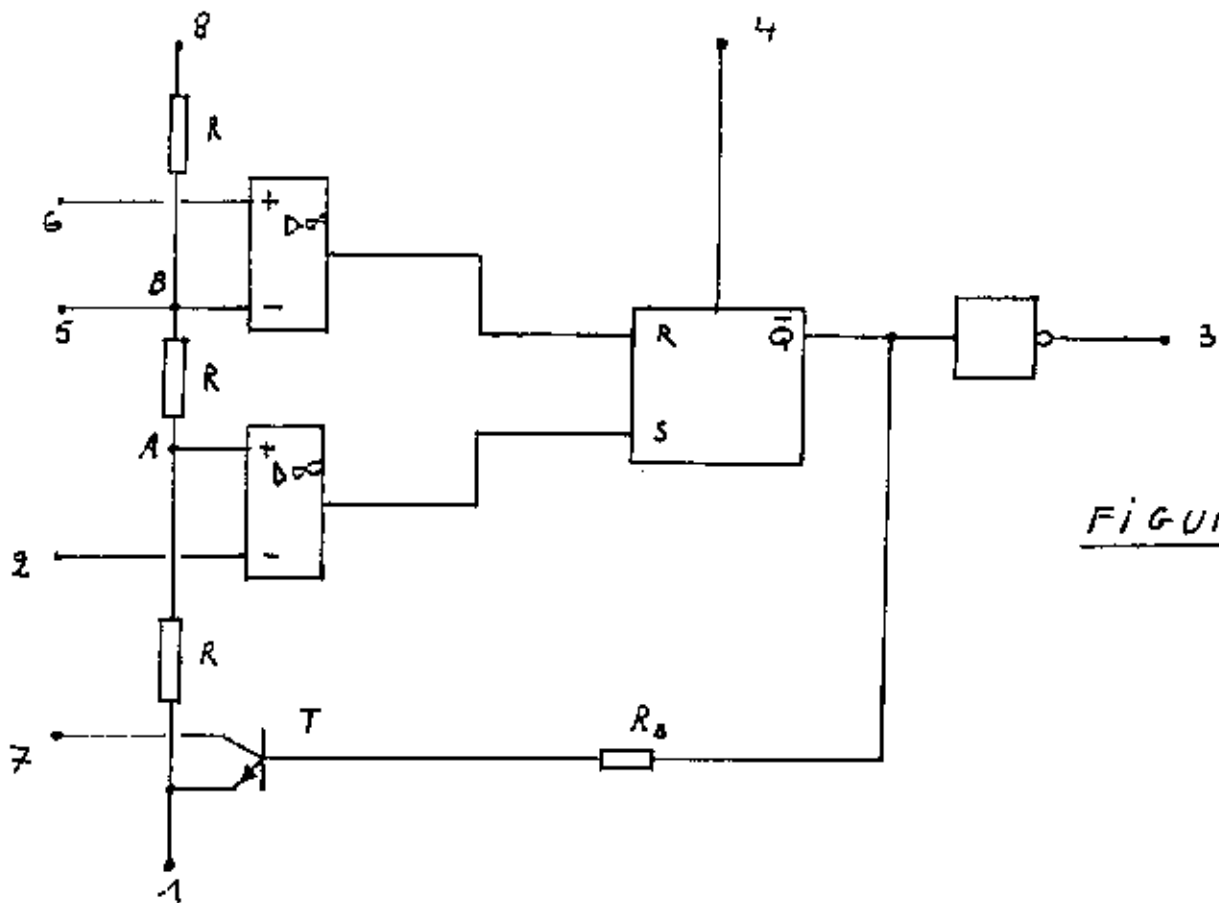

FIGURE 1
On rappelle sur la FIGURE 1 la structure générale du temporisateur NE 555. On s'intéresse aux propriétés de quelques éléments constitutifs de ce composant, avant d'envisager le fonctionnement en bascule astable. Les amplificateurs opérationnels sont alimentés sous des tensions continues symétriques : $+V_{CC}$ et $-V_{CC}$. Leurs tensions de saturation $\pm V_{sat}$ sont telles que $V_{sat} = V_{CC}$.
Lorsque le transistor T (FIGURE 1) se bloque, le condensateur se charge à travers R_1 et R_2 . Lorsque T est saturé, le condensateur se décharge à travers R_2 .
- 4) Dans la suite du problème, on applique toujours la tension V_{CC} entre la borne 8 et la borne 1 (masse), mais on veut rendre les deux seuils de basculement V_A et V_B dépendants d'une tension E . Pour cela, on relie la broche 5 (point B) de la FIGURE 1 à la masse, à travers un dipôle comprenant une résistance $R_3 = 20 \text{ k}\Omega$ en série avec un générateur de tension E .